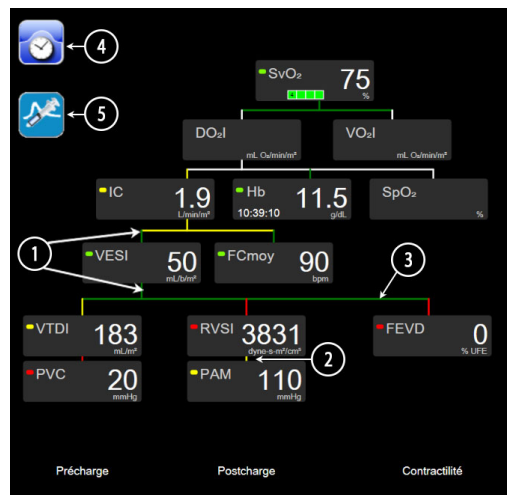

Figure 5-14 Écran relation physio pendant la surveillance à l'aide du module HemoSphere Swan-Ganz
- 2 Les lignes verticales qui relient directement deux paramètres s'affichent dans la même couleur que le voyant de paramètre ci-dessous (par exemple : entre RVDI et PAM dans la figure 5-14).
- 4 La barre de gauche s'affiche après avoir effectué un set de bolus. Toucher l'icône Horloge/Courbe pour afficher des données archivées lorsqu'il y en a (voir la figure 5-14).
L'exemple décrit dans la figure 5-14 correspond à une surveillance à l'aide d'un module HemoSphere Swan-Ganz. Des différences en matière d'apparence et de paramètres se produiront avec d'autres modes de surveillance. Par exemple : en mode Surveillance par capteur FloTrac, FC_{moy} est remplacé par FP ; VPP et VVE s'affichent (si configurés) et VTD et FEVD ne s'affichent pas.